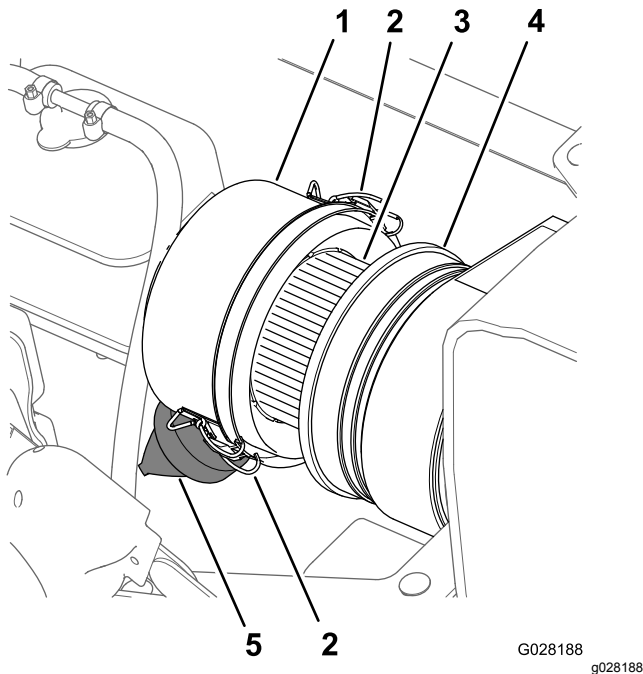
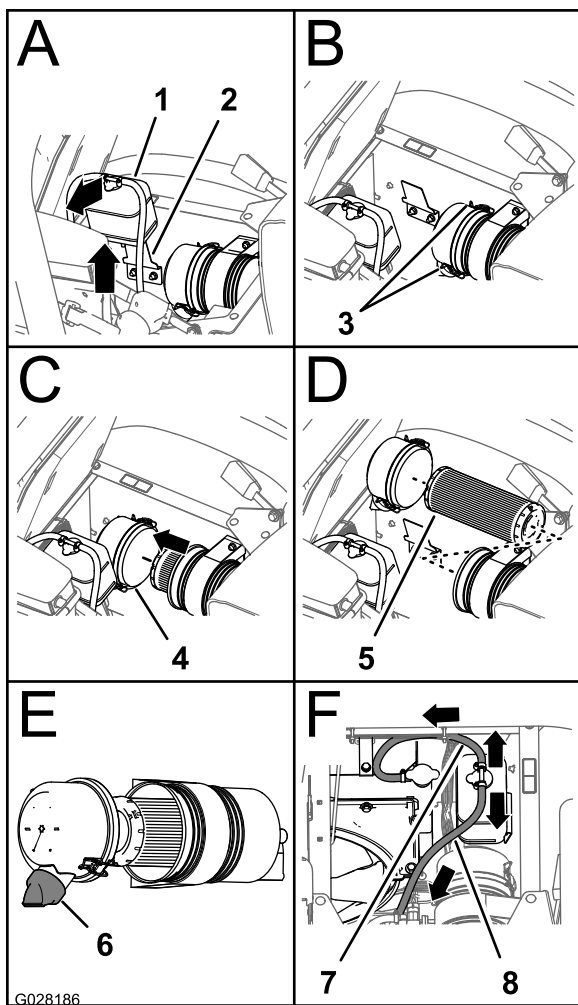

図 49
図 50
3. エアクリーナのボディーとダストキャップをきれいに拭く 図 49。
4. エアクリーナ本体にリーク原因となる傷がないか点検してください 図 49。
5. ダストバルブをмонде、内部のごみを除去する 図 49。
7. エアフィルタのエレメントが汚れすぎていないか点検する 図 49。
8. エアクリーナのボディーにダストキャップを取り付け、ラッチ2個で固定する 図 49。
2. エアクリーナのボディーとダストキャップをきれいに拭く 図 49。
3. 冷却液オーバーフロータンクを持ち上げてブラケットから取り外す 図 50。
4. ダストキャップをエアクリーナのボディに固定しているラッチ2つを外す 図 50。
6. ぬれたウェスを使って、ダストキャップ、エアクリーナのボディ、ダストバルブの内部をきれいに拭く 図 49 と 図 50。
7. エアクリーナボディにフィルタエレメントを取り付ける 図 50。
8. エアクリーナのボディにカバーを取り付け、ラッチ2個で固定する 図 50。
注 ダストバルブは、後ろから見たときに時計の5時-7時の方向になるように取り付けてください 図 50。
9. 冷却液タンクを、ROPSシールドのサポートブラケットにきっちりと入れる 図 50。
重要 図 50 のように、圧力逃がしホースが前を向いて下へ、タンク通気ホースが後方を向くように取り付けてください。